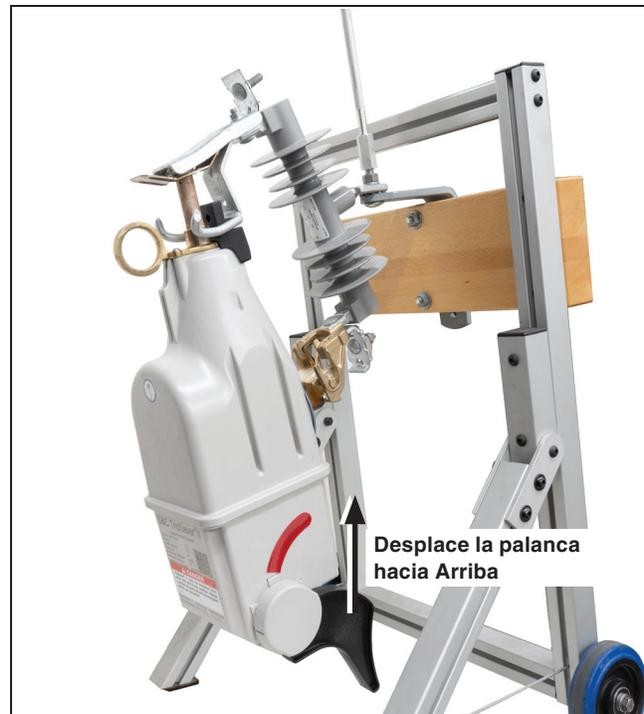

Figura 7. Un reconnector del TripSaver II en el montaje de cortacircuitos de prueba.
**PASO 8.** Monte el Reconector Montado en Cortacircuitos del TripSaver II en el montaje de cortacircuitos siguiendo las instrucciones de la Hoja de Instrucciones 461-502S de S&C. Debe dejarse un espacio libre de cuatro pies delante del reconnector. Coloque la palanca SELECTORA DE MODO en la posición hacia **Arriba**. Ver Figura 7.